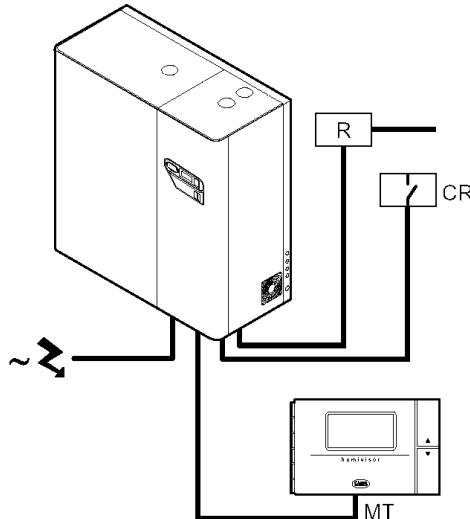

Рис. 5.4.2
b) Подчиненное управление через сигнал от внешнего регулятора (Рис. 5.4.2).